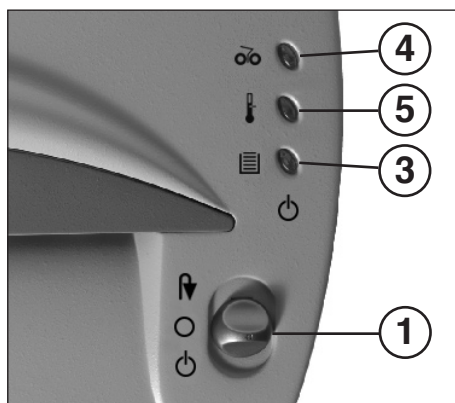

Abb. 1
1 = Funktionsschalter (Abb. 1)
3 = Kontroll-Anzeige (Abb. 1)
4 = Kontroll-Anzeige „Materialstau“ (Abb. 1)
5 = Kontroll-Anzeige (Abb. 1)
- Funktionsschalter (1) (Abb. 1) in Stellung „“ schalten. Die Kontroll-Anzeige (3) (Abb. 1) leuchtet auf (grün).
Achten Sie darauf, daß das Gerät über Nacht ausgeschaltet ist (Funktionsschalter (1) (Abb. 1) in Stellung „O“ schalten).
- Die Kontroll-Anzeige (4) (Abb. 1) leuchtet auf.
- Funktionsschalter (1) (Abb. 1) **kurz** in Stellung „I“ (Material wird freigegeben) danach in Stellung „O“ schalten.
- Die Kontroll-Anzeige (4) (Abb. 1) erlischt.
- Zurückgeführtes Papier knapp über dem Einlaßschlitz abreißen, danach den Funktionsschalter (1) (Abb. 1) in Stellung „O“ schalten.